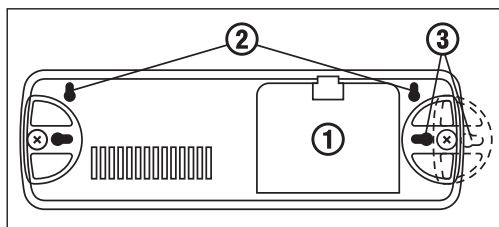

Рисунок 1.
1. Откройте крышку ① на задней поверхности светильника и извлеките сетевой провод (рис.1)
2. Наметьте место будущей установки светильника по основным ② или дополнительным поворотным ③ петлям (рис.1) и просверлите 2 отверстия.